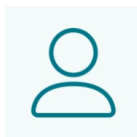

Figure 134. Menu utilisateur
1. Depuis le menu principal, cliquez sur l'icône indiqué, en haut à gauche, voir **Figure 134**.